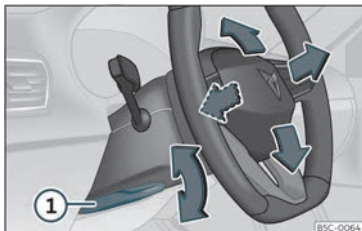

Fig. 8 Panca na parte inferior do lado esquerdo da columna de dirección.
- Puxe da panca»» **fig. 8** ① abaixo, mova o volante á posición desexada e suba a panca de novo ata o punto de peche.
- Despois de axustar a columna de dirección, empurre firmemente a panca»» **fig. 8** ① cara arriba para que o volante non mude